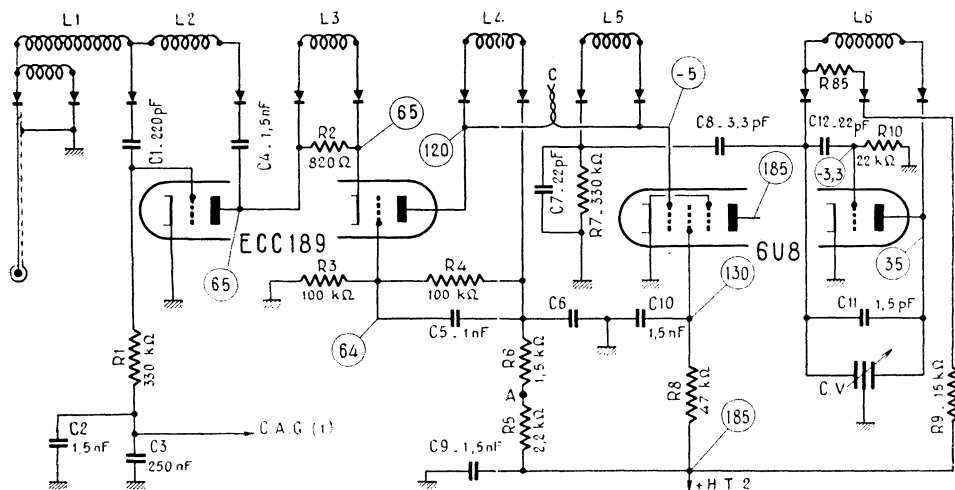

Fig. 1. — Schéma général du rotacteur Oréga équipé de la nouvelle double triode ECC 189 à grille cadre.
Son schéma, parfaitement classique, est celui de la figure 1, où nous voyons un étage d'amplification H.F. cascode, utilisant soit une 6BQ7 A soit une ECC 189. Dans le premier cas (6BQ7 A), la haute tension alimentant la plaque de la triode de sortie du cascode doit être connectée au point A. Autrement dit, la résistance R_s doit être court-circuitée.
2. — A réunir au circuit de C.A.G. du montage, ou encore à un dispositif permettant de commander la sensibilité du récepteur par polarisation négative plus ou moins importante de la triode d'entrée du cascade. Il faut noter que le condensateur C_2 de la figure 1 ne fait pas partie du rotacteur ;